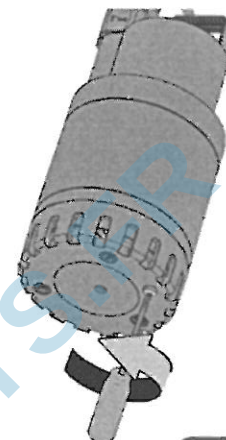

Figure 9
- Sur les modèles où elle est présente, dévisser la vis de fixation sur le filtre (Fig.9).
- Sur les modèles où elle est présente, dévisser la vis de fixation sur le filtre (Fig. 9).